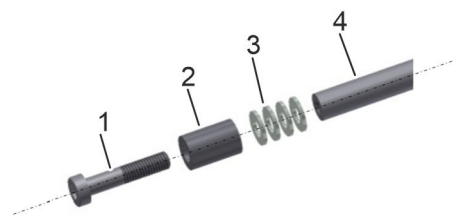

Рис. 13: Мерная линейка
1. Привинтить шайбы 5,3 мм (Рис. 13/3) и распорное кольцо (Рис. 13/2) винтом М5 (SW4) (Рис. 13/1) к мерной линейке (Рис. 13/4). Момент затяжки 8 Нм. При этом удерживать мерную линейку гаечным ключом с шириной зева 6 мм.